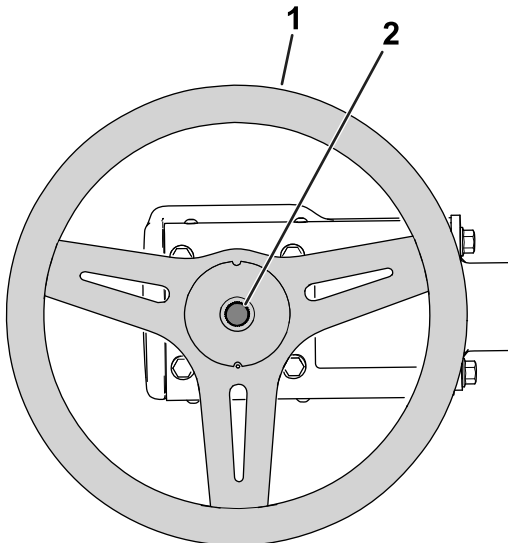

Bild 7
- B. Montieren Sie das Lenkrad in der in Bild 7 dargestellten Position.